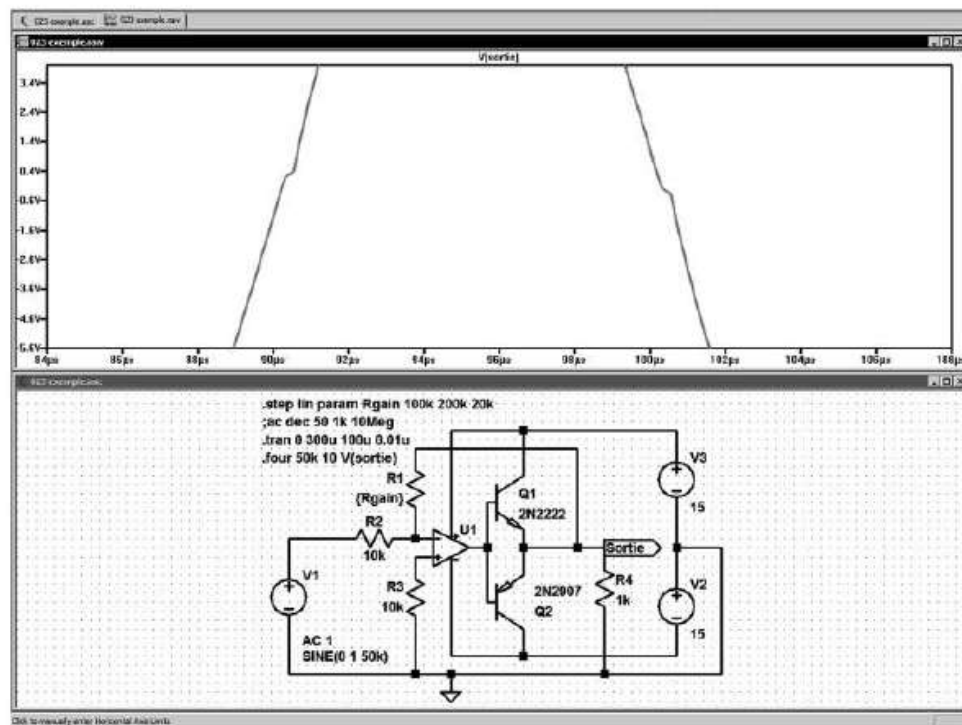

Figure 3.42
31. Si vous souhaitez voir une seule de ces courbes, vous cliquez droit sur l'écran de l'oscilloscope virtuel. Un menu contextuel s'ouvre, cliquez gauche sur le petit escalier bleu marqué **Select Steps**  et vous choisissez la courbe que vous voulez afficher. Nous avons choisi la troisième courbe, elle correspond à $R1 = 140k$. Vous pouvez ensuite utiliser la fonction **Zoom avant** pour observer la valeur de la sinusoïde autour de la tension nulle, figure 3.42.